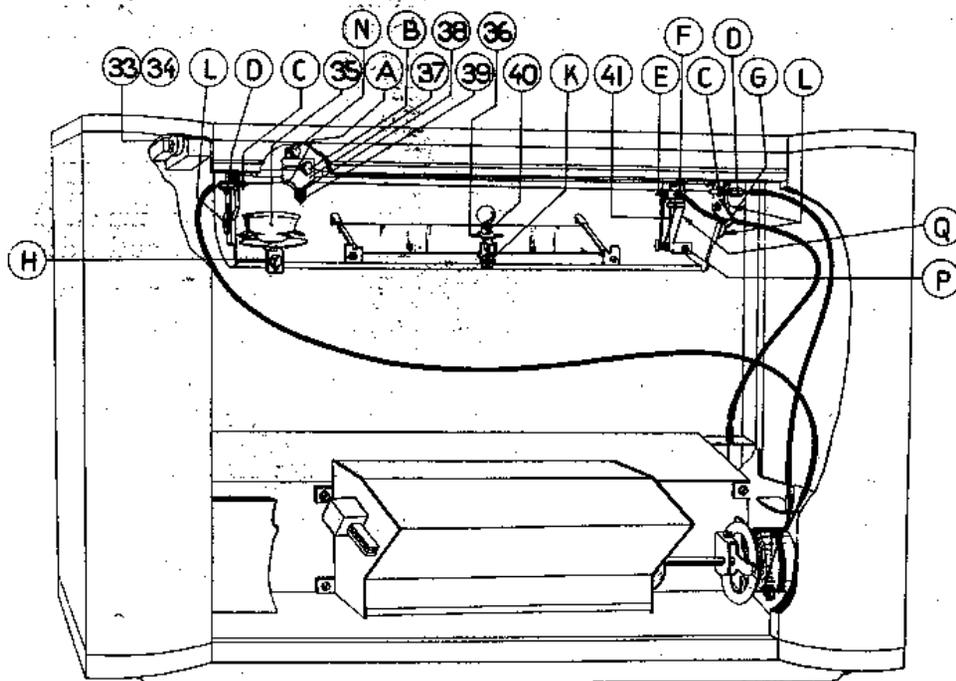
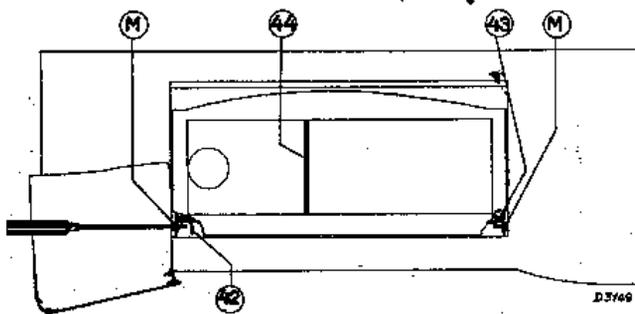

Fig. 7
Fig. 9
Le déboîtage du châssis (voir fig. 7).
5. La position exacte des cables d'entraînement est indiquée dans la fig. 7.
2. Dévisser d'un tour les petits boulons L (fig. 7) et repousser le cadran par sa partie avant jusqu'à ce que les 2 vis M (fig. 9) sur le dessus de l'appareil, apparaissent.
1. Dévisser la vis moletée N (fig. 7). L'aiguille et son petit étrier de serrage sont ainsi libérés et peuvent être sortis du cadran.
Celui-ci est fourni d'un seul ensemble. Après avoir dévissé les vis P et Q (fig. 7), on peut accéder facilement à cet ensemble et on peut transférer facilement les câbles à coulisse vers le nouvel indicateur. Lorsque les flèches lumineuses sur le cadran au moment de commuter sur une autre gamme d'ondes, restent partiellement masquées; il convient de vérifier s'il n'y a pas de pli dans le câble à coulisse.